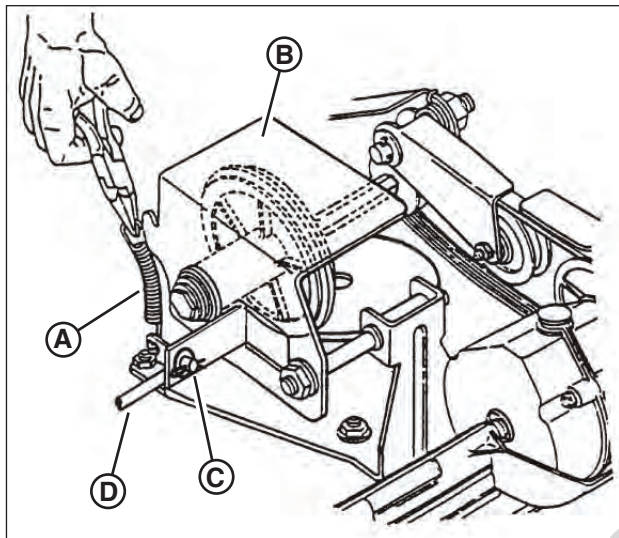

Figure 26: Réglage du disque entraîné
- Retirez le ressort de disque entraîné (**A**, **Figure 26**) de l'ensemble du disque entraîné (**B**). Retirez également la goupille et la rondelle (**C**) de la tige de transfert (**D**), puis retirez l'extrémité de tige de transfert de l'orifice dans l'ensemble du disque entraîné.
- Retirez la goupille et la rondelle (**C**, **Figure 26**) de la tige de transfert (**D**), puis retirez l'extrémité de tige de transfert de l'orifice dans l'ensemble du disque entraîné.